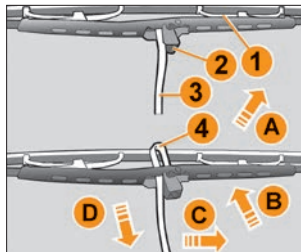

Рис. 6.8.2. Замена щеток стеклоочистителя ветрового стекла (в варианном исполнении)
**Замена щёток стеклоочистителя ветрового стекла (рис. 6.8.2):**